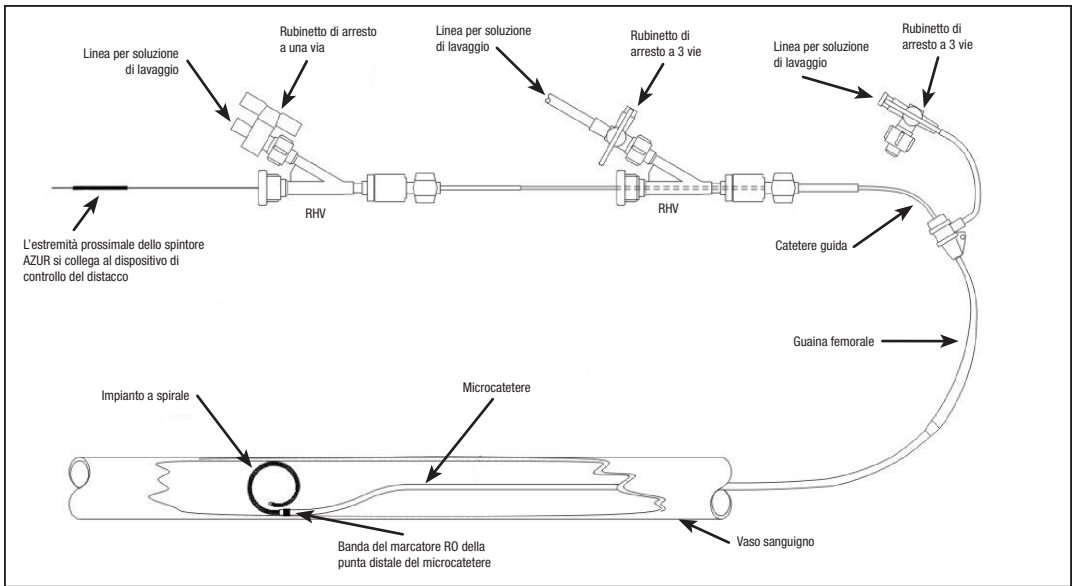

Figura 1: schema di configurazione del sistema AZUR
- **NON** utilizzare in combinazione con dispositivi a radiofrequenza (RF).
1. Fare riferimento alla Figura 1 per lo schema di configurazione.
5. Utilizzando procedure interventistiche standard, accedere al vaso con un catetere guida. Il catetere guida deve avere un diametro interno (DI) sufficientemente grande da consentire l'iniezione del mezzo di contrasto mentre il microcatetere è in posizione. In questo modo è possibile eseguire una mappatura fluoroscopica durante la procedura.